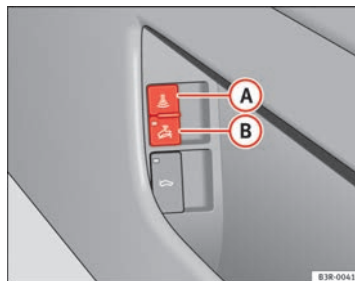

Fig. 80 Interruptor de la vigilancia del habitáculo
- Abra la puerta y tire del interruptor con el símbolo a un lado del compartimento portaobjetos de la puerta del conductor ⇒ **fig. 80**.
- Abra la puerta y tire del interruptor **(B)** con el símbolo  a un lado del compartimento portaobjetos de la puerta del conductor ⇒ fig. 80.